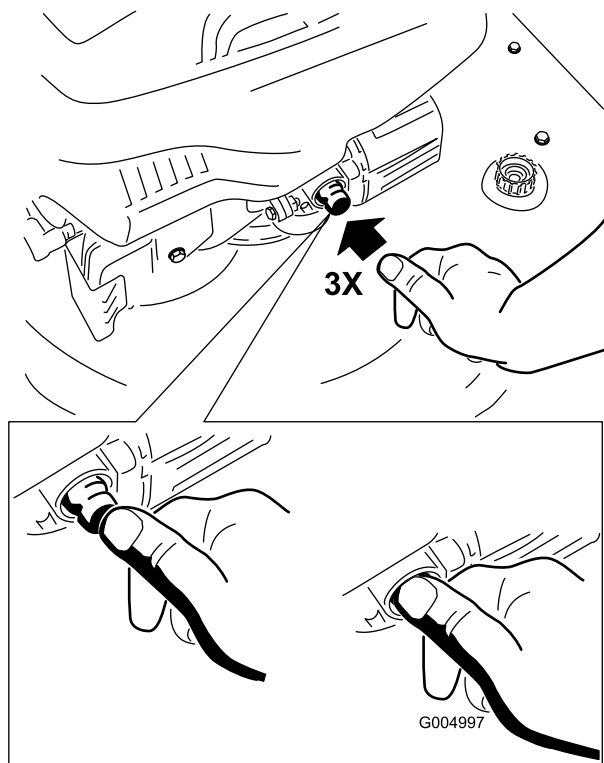

Figure 11
1. Appuyez fermement à 3 reprises sur l'amorceur avec le pouce, en marquant une pause d'une seconde chaque fois (Figure 11).